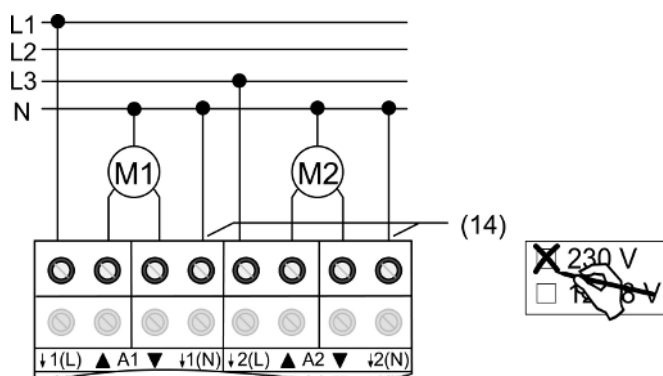

Figura 6: Collegamento del motore con rilevamento automatico del tempo di movimento
- Collegare il motore (Vedi figura 6).
- Collegare ai morsetti del conduttore N (14) il conduttore N di ciascun motore (Vedi figura 6). Prestare attenzione al cablaggio RCD.
- Indicare l'impiego **230 V** sull'etichetta (Vedi figura 6).
Per le uscite in oggetto sono collegati i relativi conduttori N (Vedi figura 6).